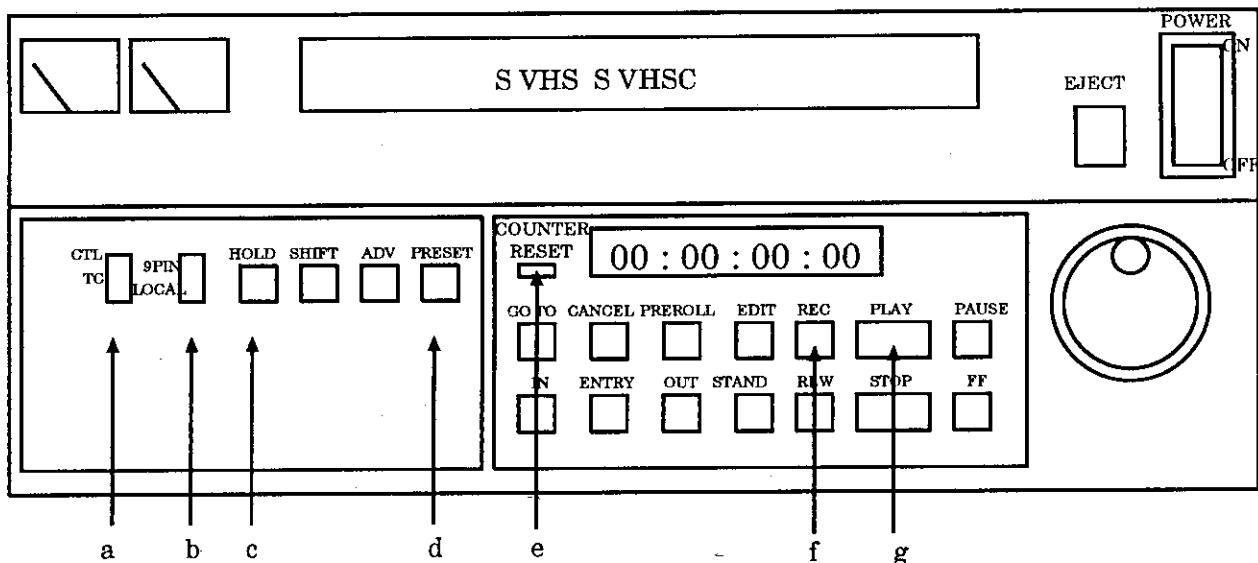
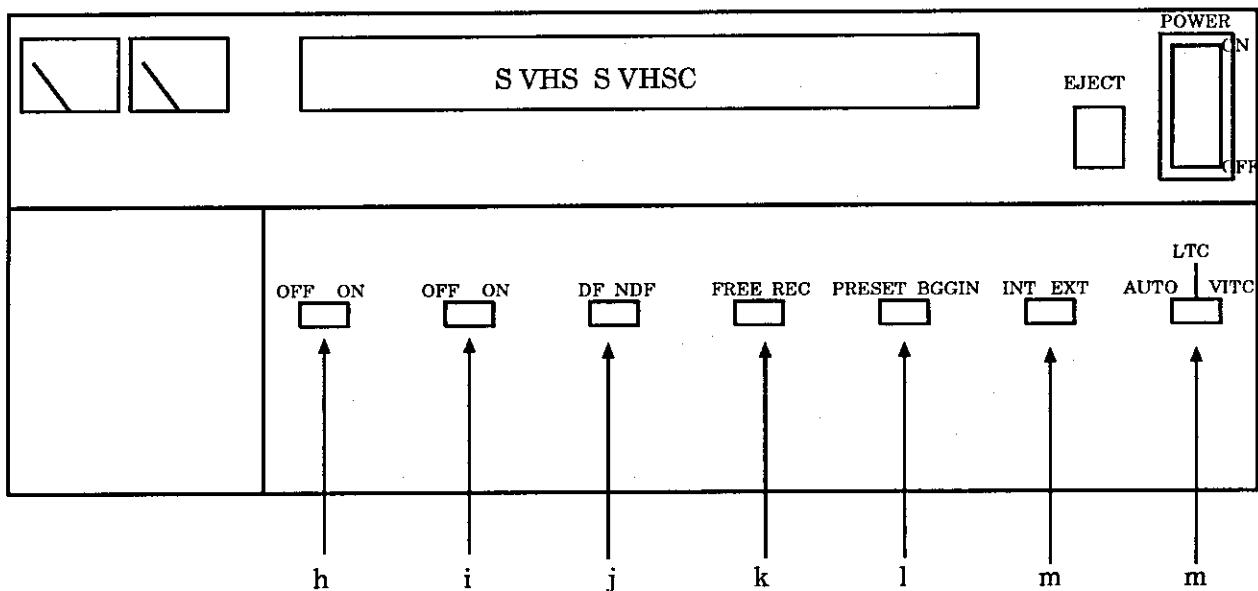

図 5.2 VTR のフロントパネル
図 5.3 VTR のフロントサブパネル
VTRには、フロントパネル（図5.2）とフロントサブパネル（図5.3）があります。フロントサブパネルは、フロントパネルの操作パネルの部分を開くと、内側にあります。
- 2) [INT/EXT] スイッチ（図5.3のm）をINTにします。
- 3) [PRESET/REGEN] スイッチ（図5.3のl）をPRESETにします。
- 4) [FREE/REC] スイッチ（図5.3のk）をFREEにします。
- 5) [DF/NDF] スイッチ（図5.3のj）をNDFにします。
- 6) [VITC REC] スイッチ（図5.3のi）をONにします。
- 7) [COUNTER] スイッチ（図5.2のa）をTCにします。
- 8) [HOLD] ボタン（図5.2のc）を押します。
- 9) [COUNTER RESET] ボタン（図5.2のe）を押し、カウンターの全ての桁を0にします。
- 2) [PRESET] ボタン（図5.2のd）を押すとカウンターの点滅が止まり、同時にタイムコードの記録が始まります。
- 2) [INT/EXT] スイッチ (図 5.3 の m) を INT にします。
- 3) [PRESET/REGEN] スイッチ (図 5.3 の l) を PRESET にします。
- 4) [FREE/REC] スイッチ (図 5.3 の k) を FREE にします。
- 5) [DF/NDF] スイッチ (図 5.3 の j) を NDF にします。
- 6) [VITC REC] スイッチ (図 5.3 の i) を ON にします。
- 7) [REMOTE] スイッチ (図 5.2 の b) を 9pin にします。
- 8) [COUNTER] スイッチ (図 5.2 の a) を TC にします。